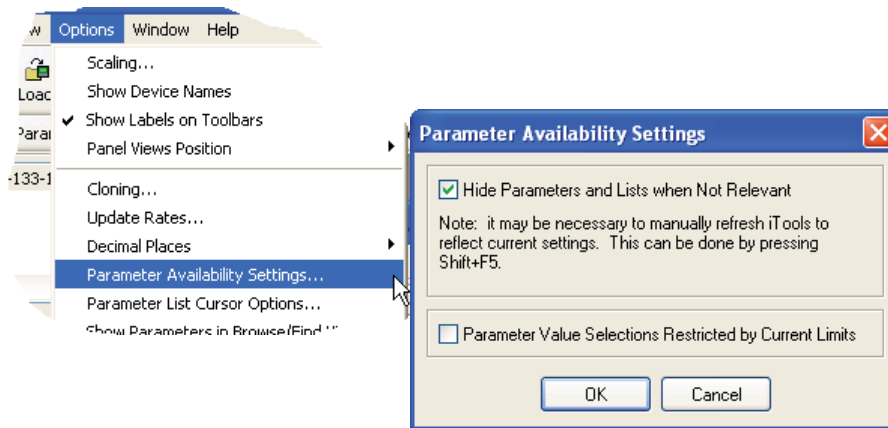

Figura 7.4.1b Mostrar/ocultar parámetros
3. Parámetros ocultos. Por omisión, iTools oculta los parámetros que se consideran irrelevantes en el contexto actual. Estos parámetros ocultos pueden mostrarse en la tabla utilizando el ajuste Disponibilidad de parámetros en el menú Opciones (figura 7.4.1b). Estos objetos se muestran con el fondo sombreado.